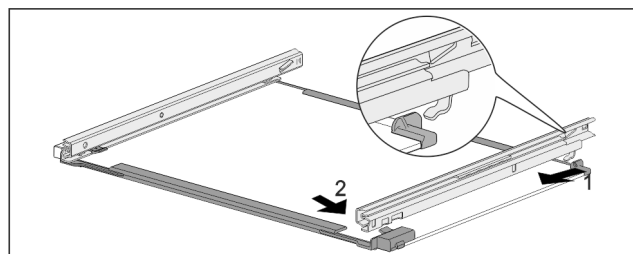

Fig. 108 Glasplade med skinner
- Fastgør skinnen bagtil. Fig. 108 (1)
- Lad skinnen gå i indgreb foran. Fig. 108 (2)